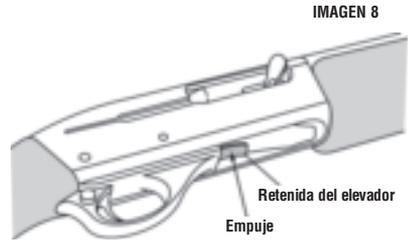

IMAGEN 8
4. Pulse la retenida del elevador para cerrar el mecanismo. Véase la Imagen 8.
6. Presione la retenida del elevador hacia arriba para cerrar el mecanismo. Véase la Imagen 8 de la página 9.